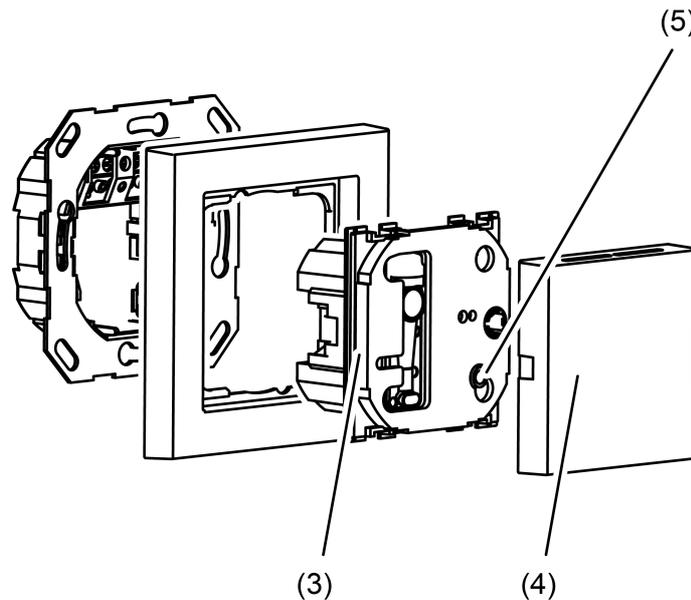

Bild 6: Lage der Programmier­taste und -LED
Die Programmier­­taste befindet sich hinter der Blindabdeckung (4) auf dem Elektronikaufsatz (3) (Bild 6).
- Die Blindabdeckung (4) abnehmen, sofern sie bereits montiert ist.
- Programmiermodus aktivieren: Programmier­­taste (5) drücken.